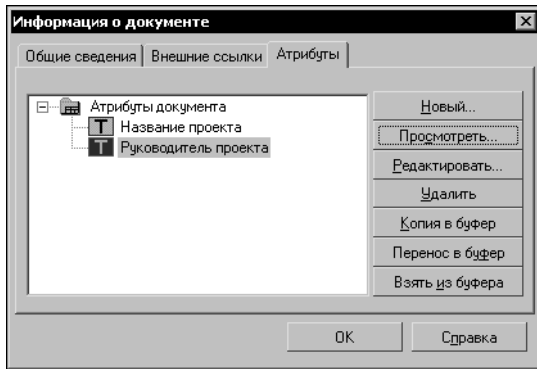

Рис. 60.4. Диалог информации о документе. Вкладка **Атрибуты**
2. В появившемся диалоге информации о документе активизируйте вкладку **Атрибуты** (рис. 60.4).
Возможно также копирование атрибутов между документами. Оно производится с помощью кнопок **Копия в буфер**, **Перенос в буфер** и **Взять из буфера** на вкладке **Атрибуты** диалога информации о документе (рис. 60.4).
Операции с атрибутами документов производятся на вкладке **Атрибуты** диалога информации о документе (рис. 60.4), вызываемом командой **Файл — Свойства....**